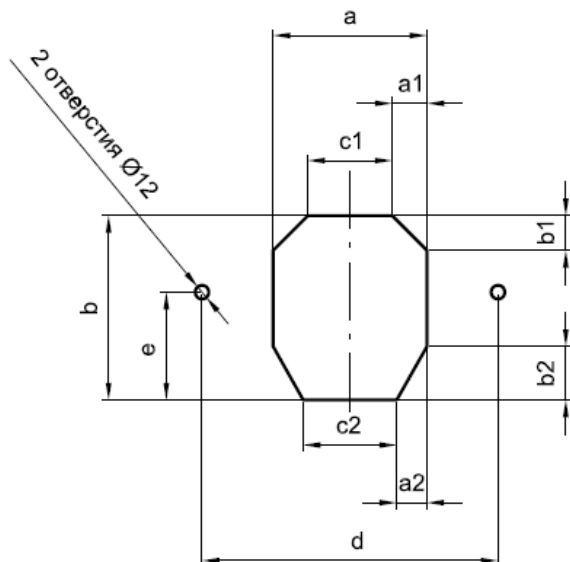

Рис.6 Размеры монтажного и крепежных отверстий для различных моделей горелок (в миллиметрах)
8.1. Подготовить котел к монтажу горелки, в том числе выполнить монтажное (для туннеля) и 2 крепежных (для болтов) отверстия на монтажной поверхности в соответствии с размерами, указанными на рис. 6.